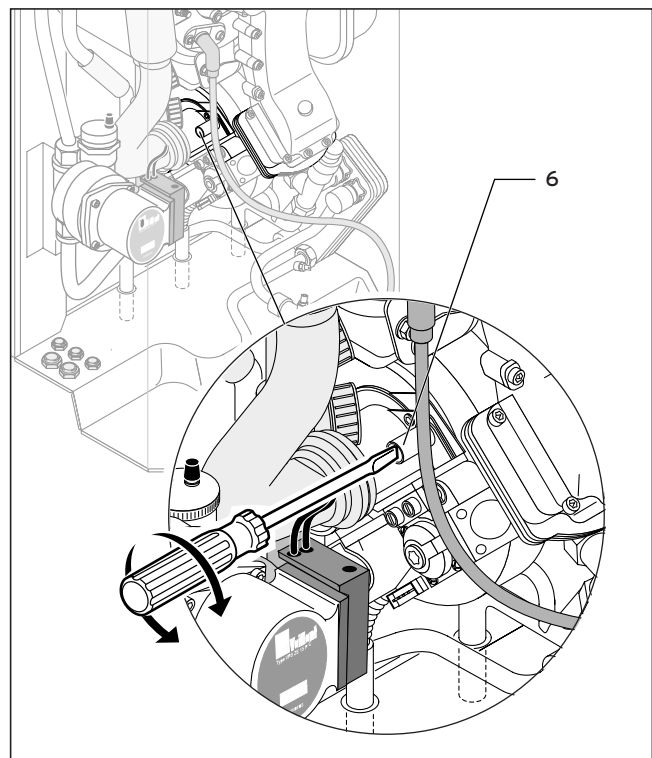

Fig. 6.5 Esecuzione dell'impostazione rapporto aria-combustibile (regolazione gas)
- Se necessario impostare il dovuto valore dei gas di scarico (tabelle 6.3) girando al vite (6); (vedi fig. 6.5).